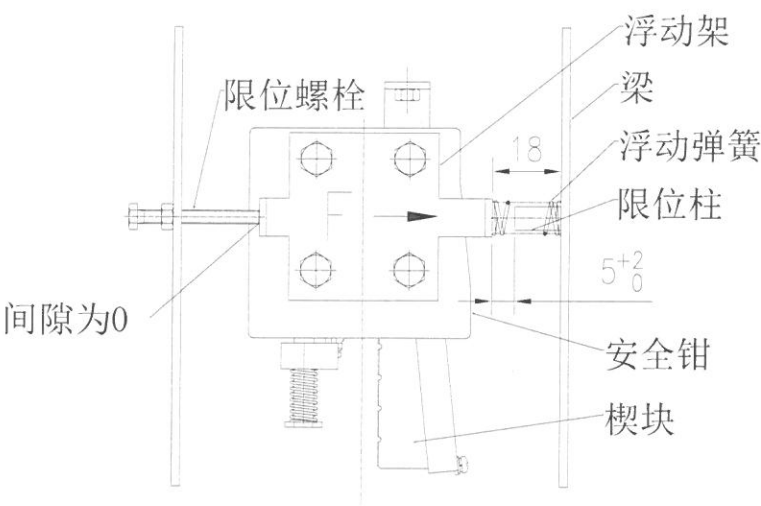

图 7
- 2.3.4. 浮动架与限位柱的距离为 5(0~+2.0)(图 7)。
- 2.3.5. 安装后，推动安全钳压缩浮动弹簧，安全钳能移动，撤除外力后，安全钳能回到初始位置(图 7)。